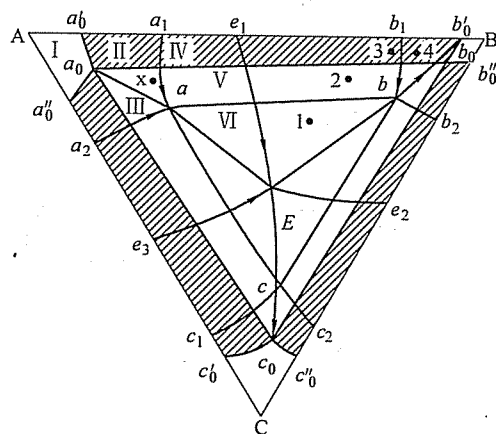

图 10-3 第三题第 2 小题图
2. 分析图 10-3 中 V 合金的平衡结晶过程。
2. 图 10-3 中合金中 V 的平衡结晶过程为  $L \rightarrow \alpha$ ,  $L \rightarrow (\alpha + \beta)_{\text{共晶}}$ ,  $\alpha \rightarrow \beta_{\text{II}}$ ,  $\alpha$  与  $\beta$  互析。